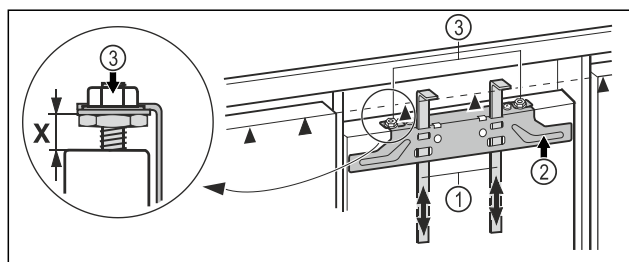

Fig. 43
- ▶ Монтажные приспособления Fig. 43 (1) сдвиньте вверх на высоту мебельного фасада. Нижняя упорная кромка ▲ монтажного приспособления = верхней кромке мебельной двери, которую планируется смонтировать.
- ▶ Открутите крепежную поперечину Fig. 43 (2) с помощью контргаяк Fig. 43 (3).